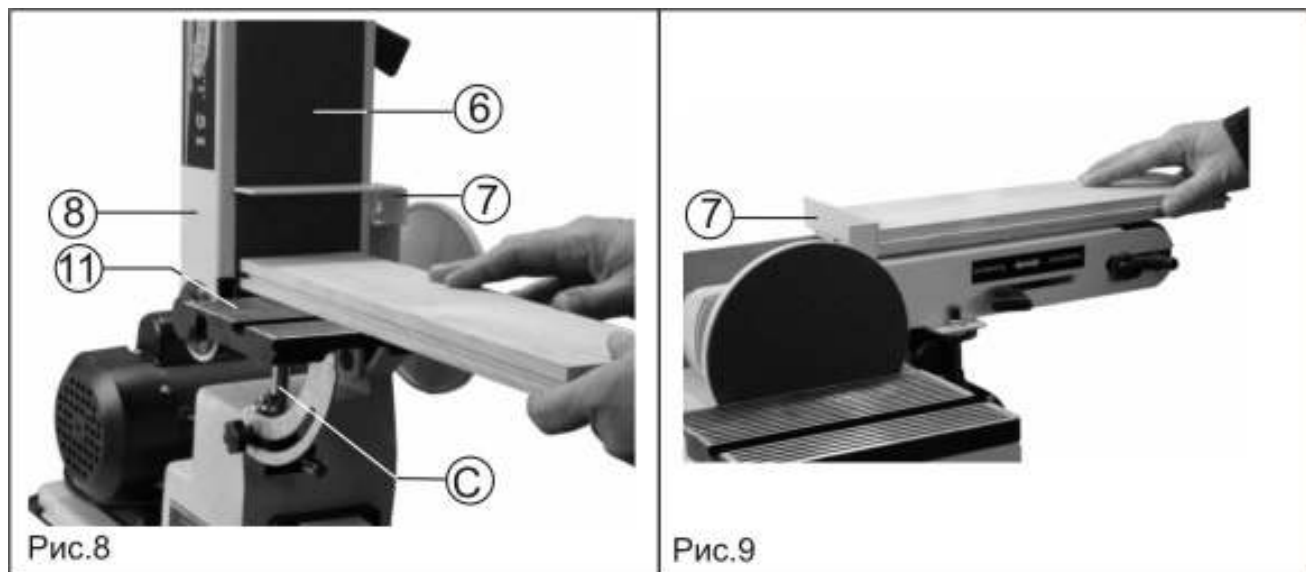

Рис.8
9.3. Перестановка рабочего стола (Рис.8)
Когда стол (8) (шлифовальной ленты) поднят, можно переместить рабочий стол (11) и установить его перед шлифовальной лентой (6). Выполните следующее: ослабьте фиксирующую гайку (13), выверните вал опорный (C), Рис.4, установите его в резьбовое отверстие корпуса перед шлифовальной лентой (6), как показано на Рис.8 и затяните фиксирующую гайку (13), как показано на Рис. 4. Установите рабочий стол (11) в нужную позицию, затем затяните фиксирующий болт рабочего стола (11) на опорном валу (C), оставив минимальный зазор между шлифовальной лентой (8) и боковой поверхностью рабочего стола (11).
Когда шлифовальная лента (6) расположена вертикально, деталь опирается на задний упор (7) или рабочий стол, Рис.8.